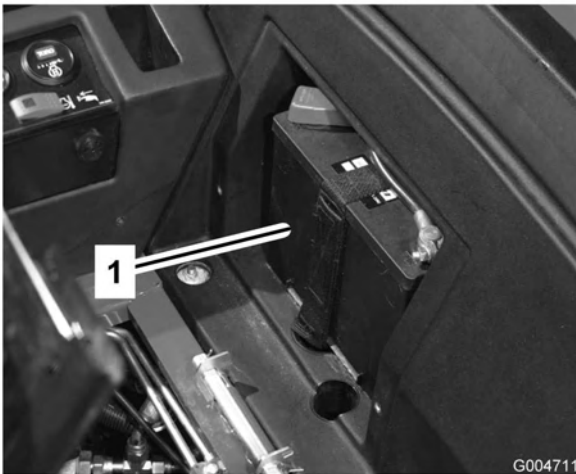

Bild 54
- Entfernen Sie die Fülldeckel von der Batterie (Bild 54) und füllen Sie jede Zelle langsam mit Säure, bis sie soeben die Platten bedeckt.